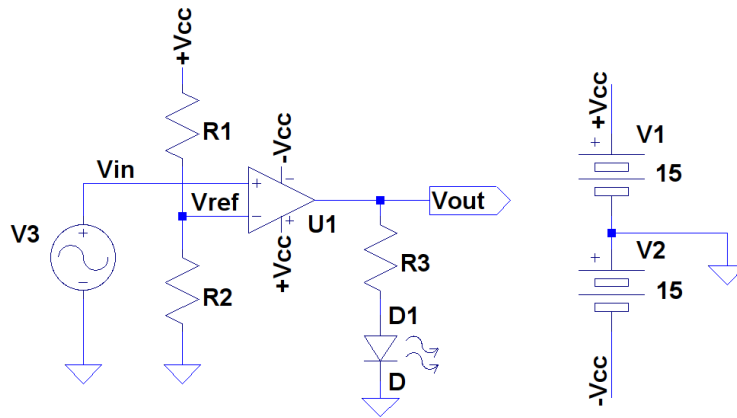

Figura 6.4: Circuito para análise do comparador de tensão.
3. Construa no LTspice um circuito composto por um amplificador operacional, o circuito do LED e o divisor resistivo, conforme mostrado na Figura 6.4.
1. Substitua a fonte de tensão DC pelo gerador de sinais, como simulado no pré-relatório e mostrado na Figura 6.4.